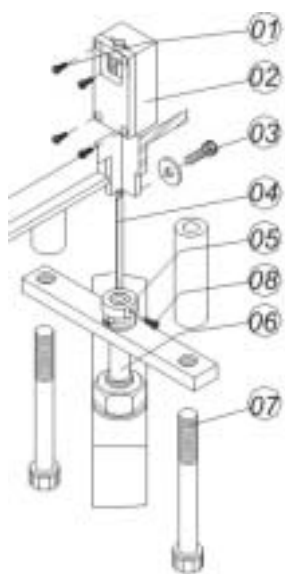

Figura 12
e) Se houver necessidade da troca do martetele, deve-se proceder como ilustra a figura 12. Solta-se o parafuso (03), puxando-se o cabeçote para cima. Em seguida retirando-se o parafuso (08) com o anel (05) sacando-se então o martetele (04). **Para retirar o cabeçote, (02), não bater com o martelo para que a mesma saia.** Ao fixar o cabeçote novamente na máquina deve-se primeiramente colocar o martetele, observando-se que este possui um furo na parte inferior e que o parafuso (08) deve ser encaixado neste juntamente com o anel (05). Em seguida coloca-se o cabeçote pela parte superior da máquina descendo-o até que o martetele encaixe no mesmo. Este por sua vez deverá ser alinhado pela parte superior do tampo e regulá-lo de tal maneira que o martetele trabalhe livremente. Em seguida trave novamente o parafuso (03). Caso o martetele esteja travando, desmonte novamente o conjunto e reinicie todo o processo de montagem.
f) Se o martetele travar no interior do cabeçote este deve ser aberto. Para isso, basta soltar os quatro parafusos, (01) figura 12, que prendem o cabeçote com uma chave Allen 3,0mm retirando-se em seguida o martetele danificado e inserindo-se o novo. Após troca basta montar novamente o cabeçote com os parafusos e verificar se a mesma está se movimentando livremente.